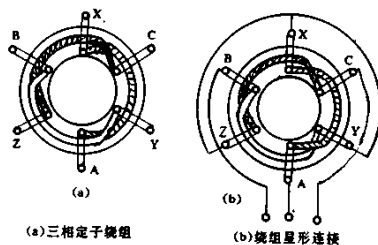

图 1-4-3 定子绕组
旋转磁场的建立一般须有如下条件：(1) 电动机三相绕组在定子铁芯的圆周上应以互差 120° 角的间隔均匀分布，如图 1-4-3 所示。图中 A、B、C 分别表示三相绕组的始端，X、Y、Z 表示末端。由于一个圆周为 360° ，三相线圈相差三分之一圆周，便达到了相位差 120°